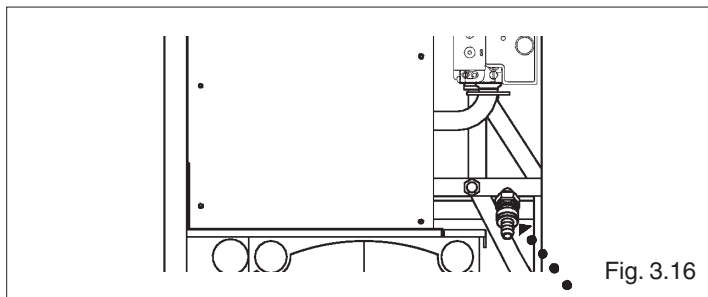

Fig. 3.16
- Antes de iniciar estas operaciones hay que controlar que la llave de vaciado de la caldera esté cerrada (fig. 3.16)